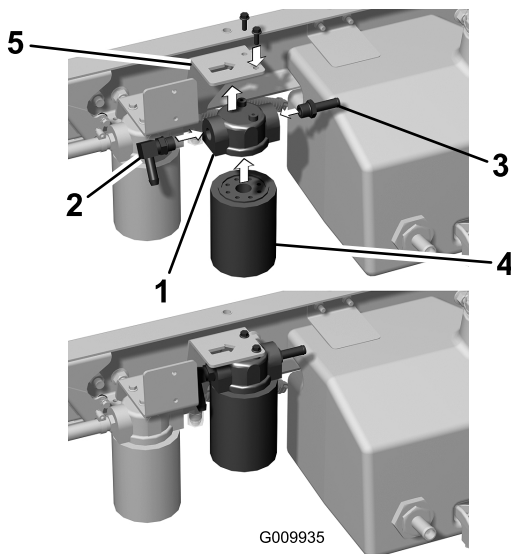

Figura 11
1. Montate un raccordo dentellato a 90° sull'apertura di entrata della testa del filtro (Figura 11).
2. Montate un raccordo diritto dentellato sull'apertura di uscita della testa del filtro (Figura 11).
3. Montate la testa del filtro sulla staffa del telaio utilizzando 2 viti a testa esagonale ($\frac{1}{4}" \times \frac{3}{4}"$), come illustrato nella Figura 11.